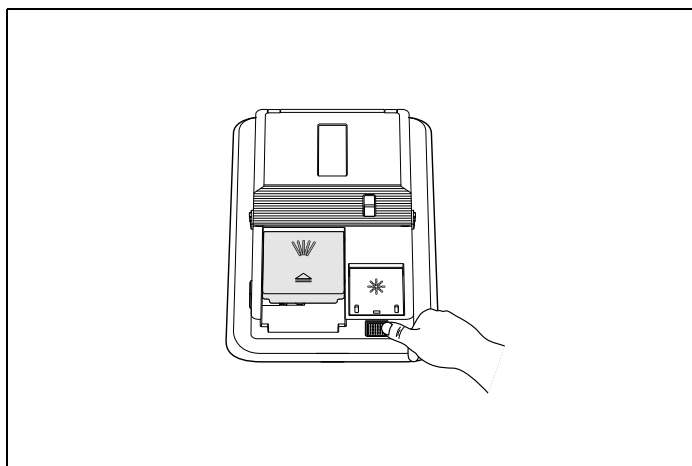

Fig. 72
- 2) Fyll på behållaren med spolglans upp till MAX-nivån och sätt tillbaka locket. Var noga med att inte fylla på för mycket spolglans i behållaren och torka upp allt spill Fig. 72 .